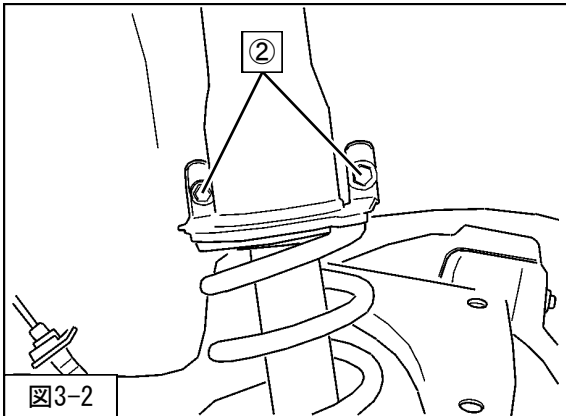

図3-2
3. ②サスペンションサポートボルトを取外してください。(図3-2)